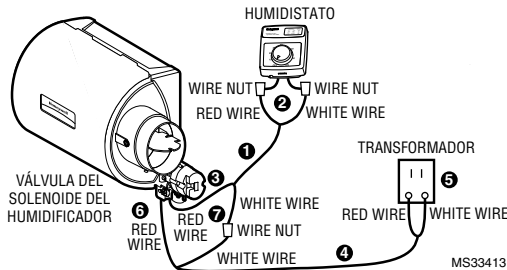

Fig. 16. Cableado de los controles y el HE240.
7. Conecte los cables de bajo voltaje a los cables conductores y reemplace la caja del H8908. Consulte la Fig. 16.
Cablee la válvula del solenoide del humidificador, el humidistato y el transformador. Consulte la Fig. 16.